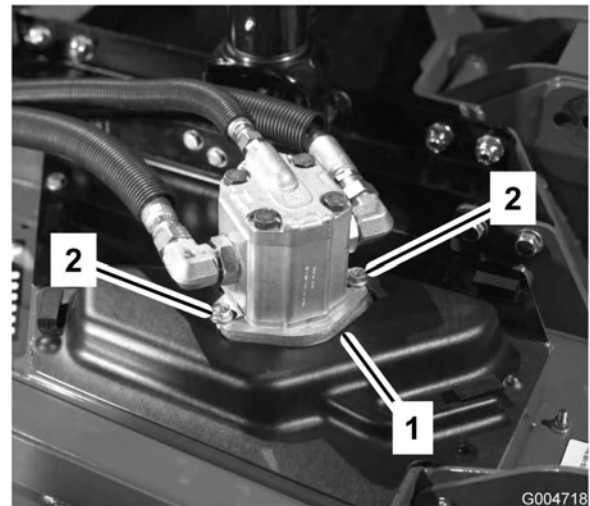

Bild 65
4. Entfernen Sie die Schrauben, mit denen der Hydraulikmotor am Mähwerk befestigt ist (Bild 65). Heben Sie den Motor vom Mähwerk ab und legen ihn auf die Oberseite des Mähwerks.